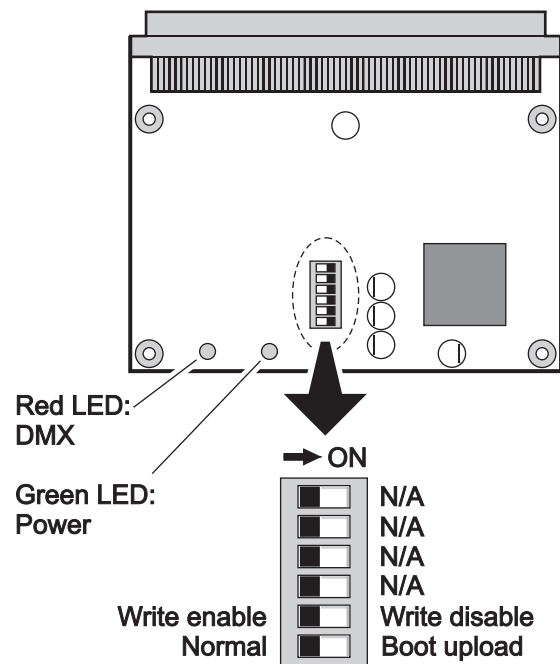

Bild 12: Hauptplatine und Dipschalter
3. Siehe Bild 12. Schalten Sie den Schalter 6 des 6fach-Dipschalters auf der Platine **AN** (Bootmode-Upload möglich).